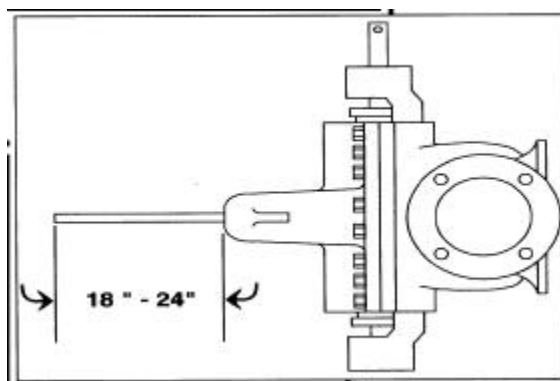

FIGURA 53 – REMOCION DE LA MITAD DE LA CAJA
2. Retire el más grande los dos obturadores de la tubería de la parte superior de la mitad superior de la caja e instale una barra sólida de 18" a 24" roscada en un extremo en el orificio taladrado y roscado. Si no está disponible una barra roscada, se puede utilizar un tubo estándar. NOTA: Esta barra se utilizará para estabilizar la mitad superior durante el desensamble de la mitad superior de la caja. (Consulte la Figura 53).